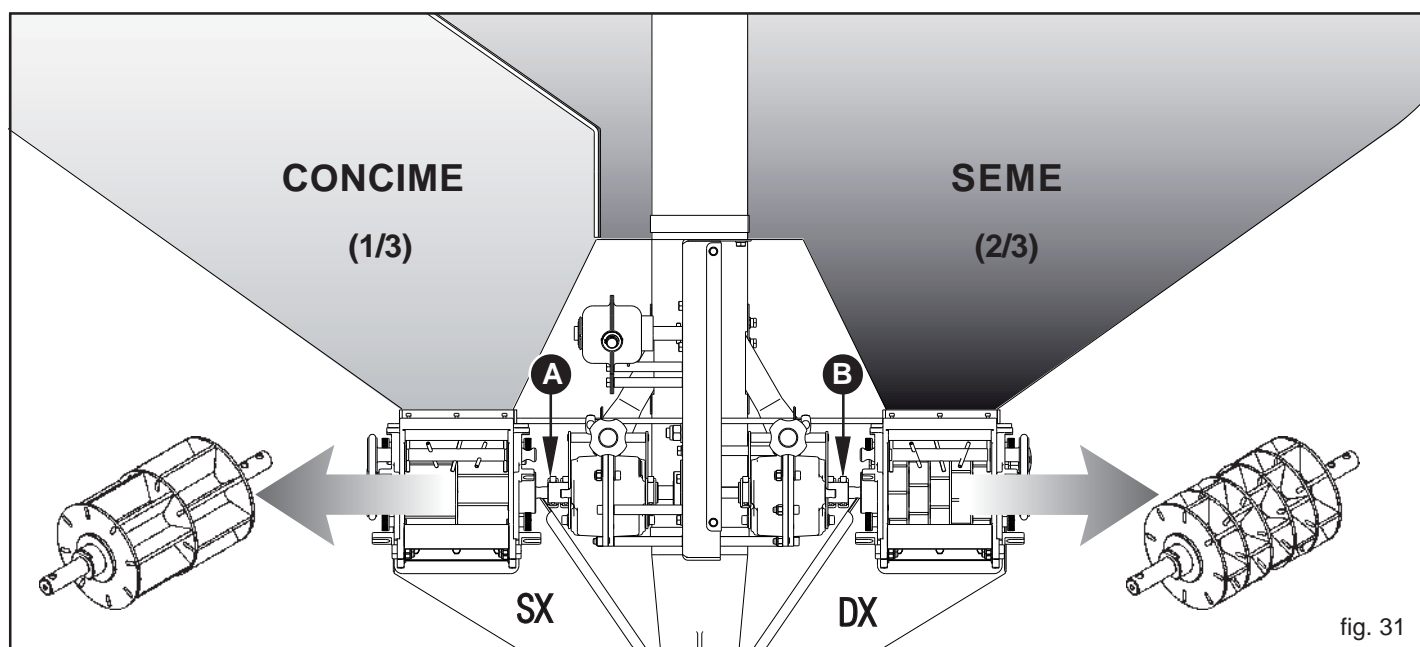

fig. 31
Les Figures 31 et 32 représentent des distributions dans deux configurations possibles:
- 1) GRAINE-FERTILISANT (Fig. 31);
## 3.4.4.1 GRAINE-FERTILISANT (Fig. 31)